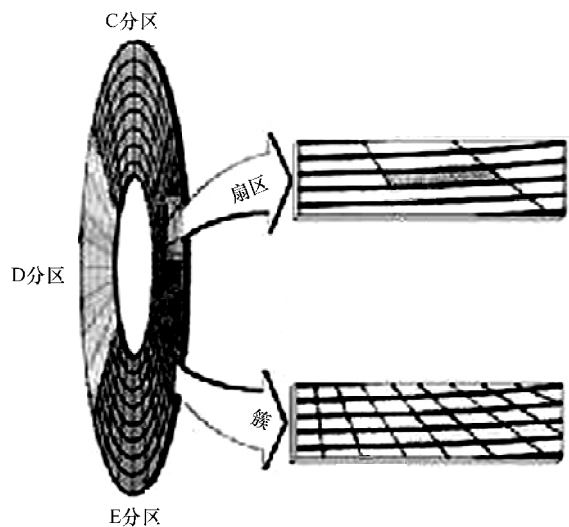

图 2-44 扇区结构示意图
3) 扇区。磁盘的每一面被分为很多条磁道,即表面上的一些同心圆,越接近中心,圆就越小。而每一个磁道又以 512B 为单位等分,形成扇区,其结构图如图 2-44 所示。